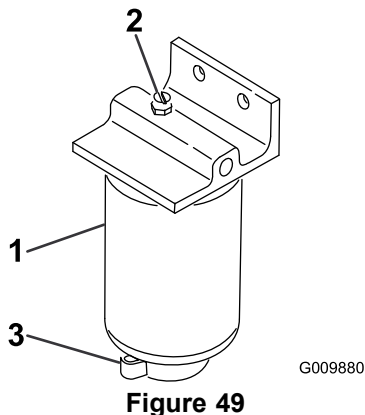

Figure 49
2. Desserrez le robinet de vidange au bas de la cartouche du filtre (Figure 49).
1. Nettoyez la surface autour des supports de la cartouche du filtre (Figure 49).